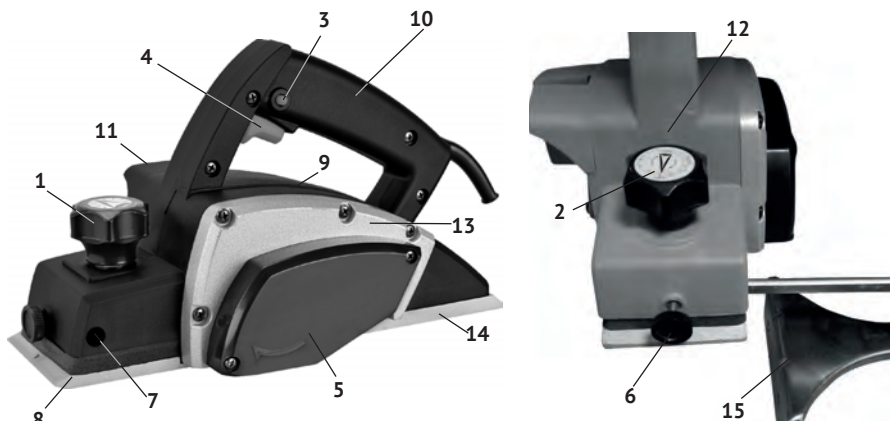

рис. 1
1.6 Общий вид рубанка представлен на рис.1
1.7 Механизм рубанка расположен в пластиковом корпусе (рис.1 поз.9), выполненном заодно с правой частью рукоятки управления, который крепится на нерегулируемой подошве (рис.1 поз.14). Крутящий момент с якоря электродвигателя поликлиновым ремнём передаётся на барабан. На барабане рубанка крепятся два ножа. Ножи – основной рабочий инструмент рубанка. На крышке ремня стрелкой указано направление вращения ремня и барабана.
1.8 Клавиша выключателя (рис.1 поз.4) расположена в нижней части рукоятки. Во избежание самопроизвольного включения инструмента, выключатель снабжён блокировкой клавиши (рис.1 поз.3, расположена на левой части рукоятки). Включение рубанка, осуществляется нажатием на клавишу выключателя указательным пальцем после нажатия и удержания кнопки-блокиратора большим пальцем. Рубанок отключается при отпускании клавиши выключателя, при этом кнопка-блокиратор (со щелчком) возвращается в исходное положение - заблокировано.
1.9 Рукояткой (рис.1 поз.1) регулируется глубина строгания за один проход. Поворотом рукоятки по часовой стрелке увеличивается глубина строгания в интервале от 0 до 1,0 мм.
- вращением рукоятки (рис.1 поз.1), до совмещения показателя шкалы (рис.1 поз.2) с указателем глубины строгания (рис.1 поз.12) на передней части корпуса (рис.1 поз.9), установить необходимую глубину строгания за один проход. Максимальную глубину (1,0 мм) следует устанавливать для обработки дерева мягких пород и черновой (обдирочной) обработке. Для окончательной (чистовой) обработки, выставляется небольшая (около 0,2 мм) глубина строгания;
- при обработке широких заготовок рекомендуется установить параллельный упор, вставив его в отверстие (рис.1 поз.7) справа или слева, и закрепив винтом (рис.1 поз.6). Это позволит (при ровном крае заготовки) сострогать точно выставленную полосу от края.